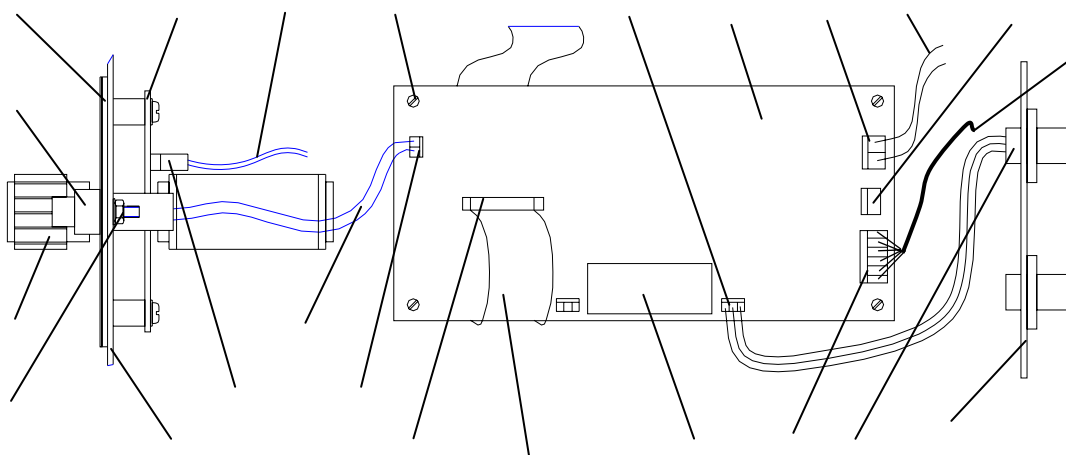

图 7-6 GC112A-TCD 恒流源部件安装示意图（局部、俯视）
- 7) 盖上电箱侧板，用螺丝刀旋紧电箱侧板下部的二个固定螺钉。届时，TCD 恒流电源部件安装完毕。请参见图 7-6。